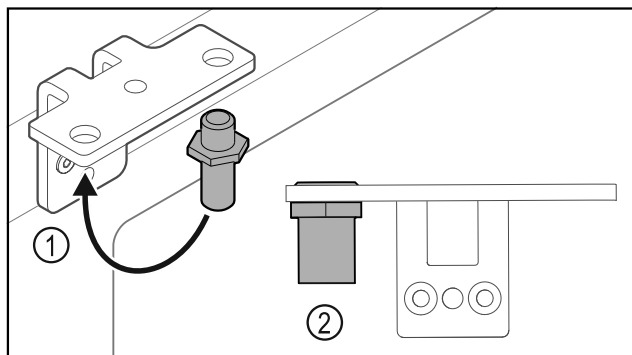

Fig. 38
- Premjestite svornjake Fig. 38 (1) u kutnim šarkama.
- Pritegnite svornjake Fig. 38 (2) **okretnim momentom od 12 Nm.**